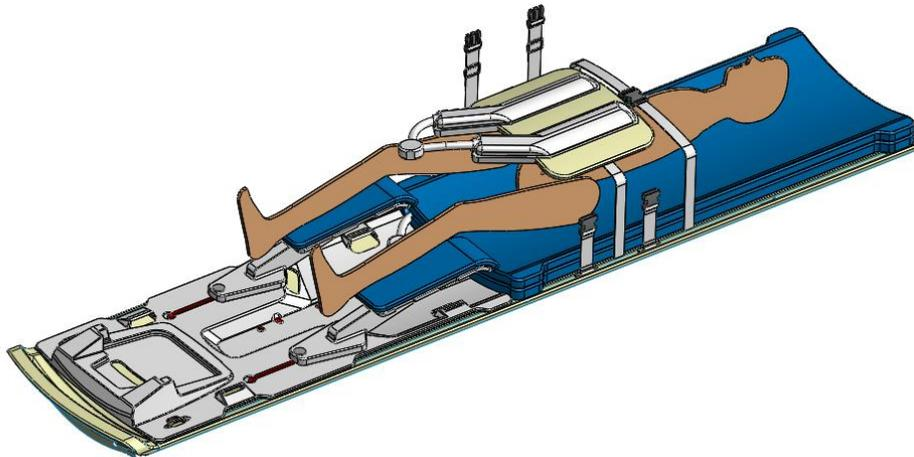

Abbildung 32: Befestigung der vorderen Spule
6. Platzieren Sie den Brustbereich der Kardio-Spule über dem Becken des Patienten, sodass die Prostata auf den mittleren Bereich der Spule ausgerichtet ist (*Abbildung 32*).